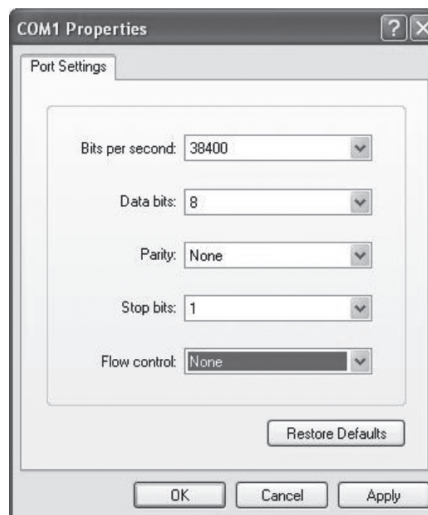

Рисунок 6-7 Настройки порта
5. Произведите настройку порта, который был выбран в пункте выше (см. рисунок 6-7). Установите "Bits per second" в значение "38400", "Data bits" в значения "8", "Parity" – "None", "Stop bits" – "1", "Flow control" – "None", и далее нажмите OK.